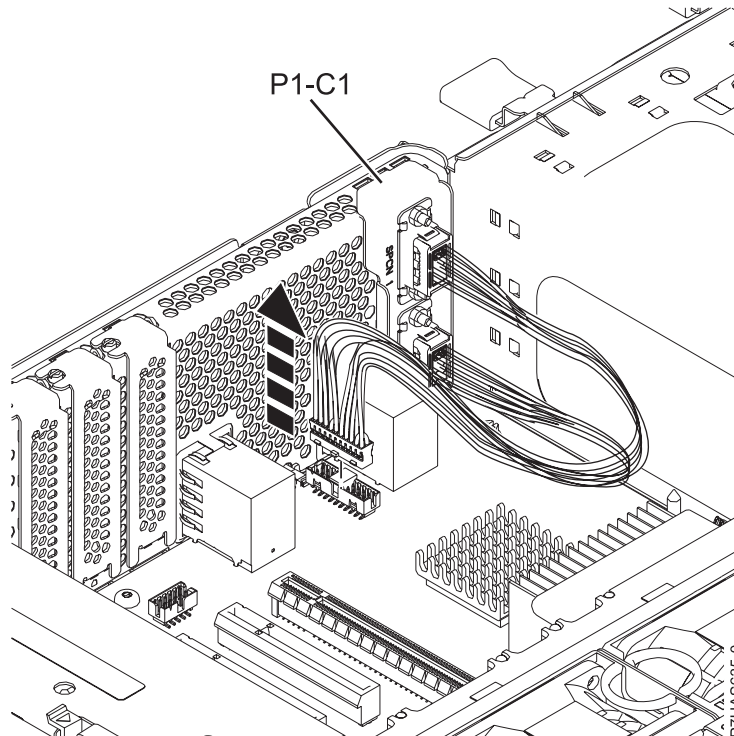

Figure 7. Retrait de l'assemblage de câble SPCN
- Déconnectez le câble de contre-poupée SPCN du fond de panier du système (voir la figure 7, à la page 10).